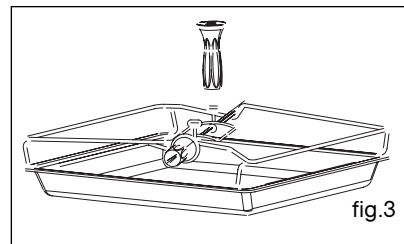

fig.3
- **Pincho giratorio (fig.3)**
Haga palanca en las piezas para soltar el cristal (fig.3).